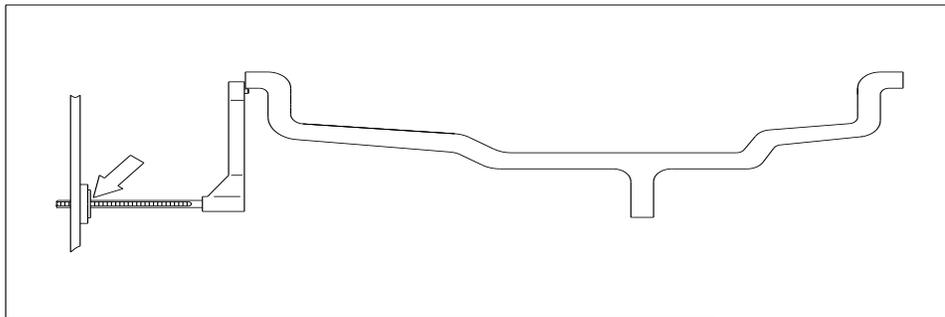

図 13 距離及び直径センサの使用
1. 距離および直径センサを取り出し、リム(図 13)の内側の端部上にそれを当てます、そしてその目盛の値を読みます。